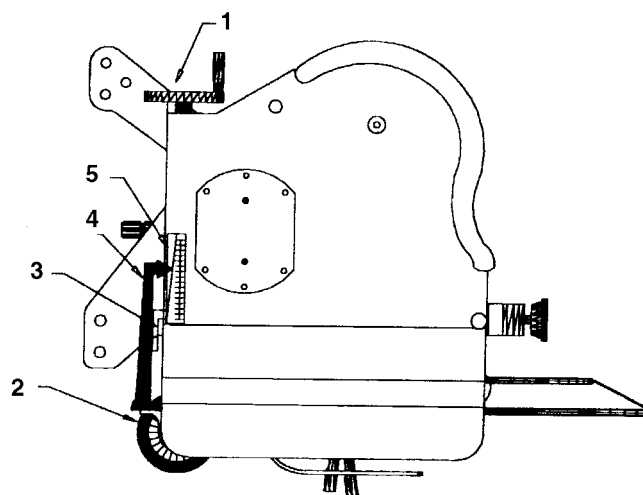

Fig. 14
- a) Se till att fästbulten har frigjorts och satts fast på kraftuttagets axelända så att kopplingen sitter säkert (fig. 14).